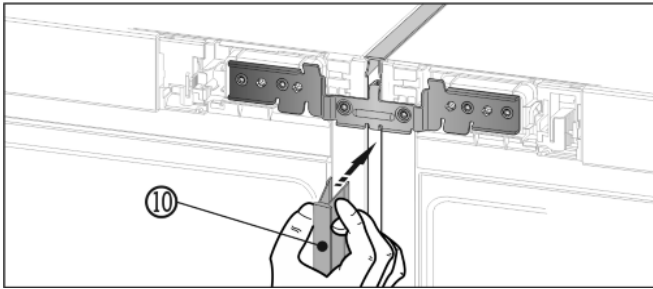

Fig. 14
- ▶ 在设备正面将长护板条 Fig. 14 (10) 压入垂直缝隙中。注意，护板条位于连接板上。